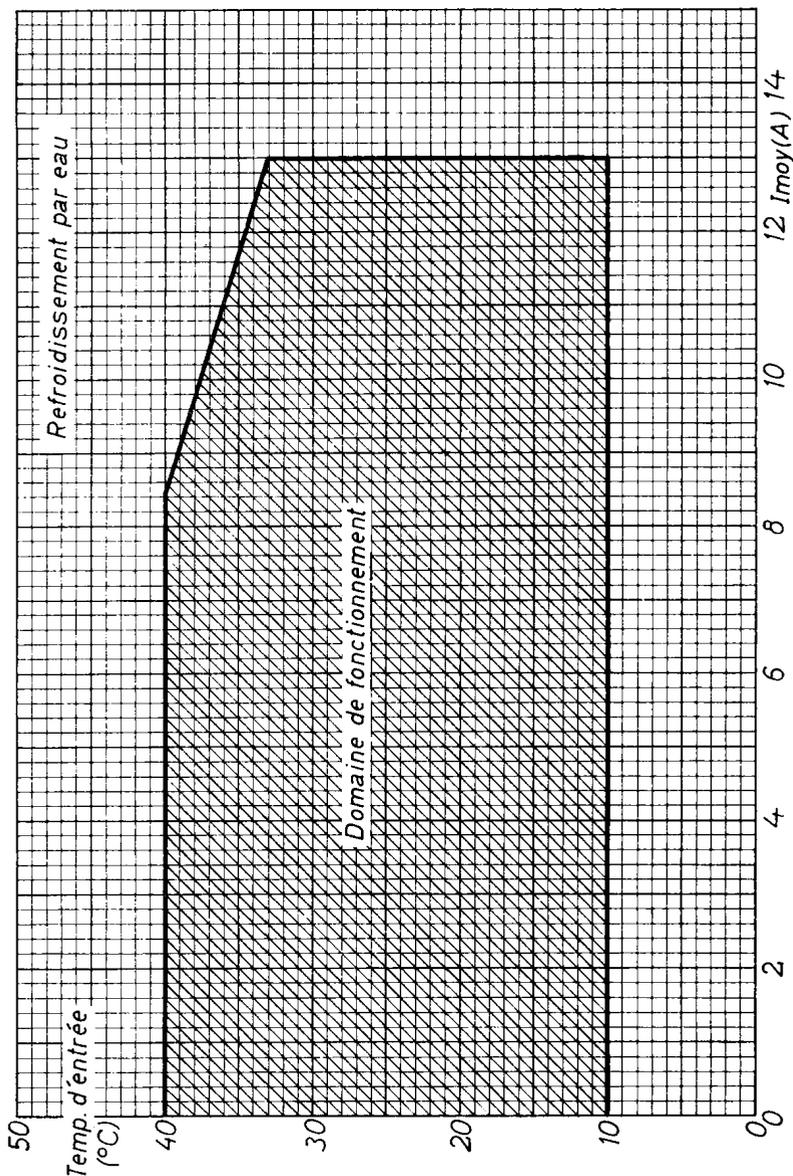

Fig. 5
Température de l'eau à l'entrée du refroidisseur : voir les figures 5 et 7.
- (1) Pour un fonctionnement à des températures plus élevées, on se reportera aux figures 5 et 6.
- (2) Deux tubes montés en parallèle inverse. Montage dit " tête-bêche ".
- (3) Temps d'intégration maximal 0,15 s.
- (4) Il s'agit de la valeur efficace du courant qui traverse la charge et les câbles d'alimentation, obtenue par intégration sur une période complète ( $I_e = I_{eff} \sqrt{k}$ ).
- (5) Pour des tensions d'alimentation inférieures à 250 Veff, les valeurs de courant moyen sont les mêmes que pour cette valeur de tension.
- (6) Il s'agit du nombre maximal de périodes pendant lesquelles une paire de tubes peut conduire, avec ou sans interruption, sous réserve de ne pas dépasser le temps d'intégration maximal, à la fréquence de 50 Hz.